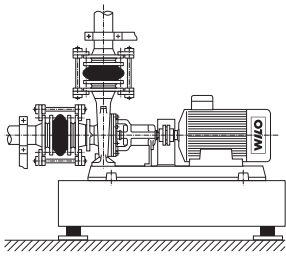

Fig. 9: Pumpe spannungsfrei anschließen
- Die Rohrleitungen dürfen keine Kräfte auf die Pumpe übertragen. Sie sind unmittelbar vor der Pumpe abzufangen und spannungsfrei anzuschließen (siehe Fig. 9).
- Die Ausdehnung der Rohrleitungen bei Temperaturanstieg ist durch geeignete Maßnahmen zu kompensieren (siehe Fig. 9). Luft-einschlüsse in den Rohrleitungen sind durch entsprechende Installationen zu vermeiden.